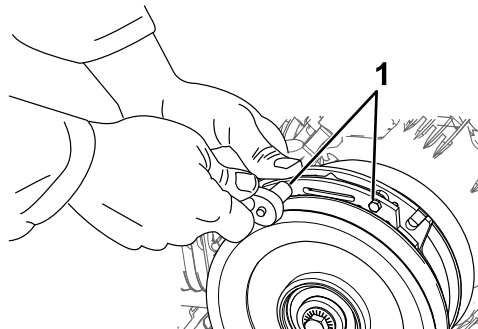

図 63
- A. 図 63 に示すように、両方のブレーキ取り付けボルトを 1/2-1 回転ゆるめる。